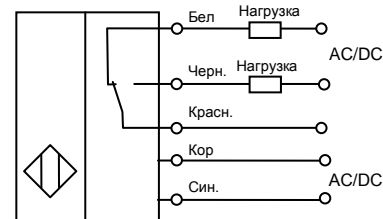

Рис. 2 Схема подключения
3.6 Схема подключения приведена на **рис. 2**.